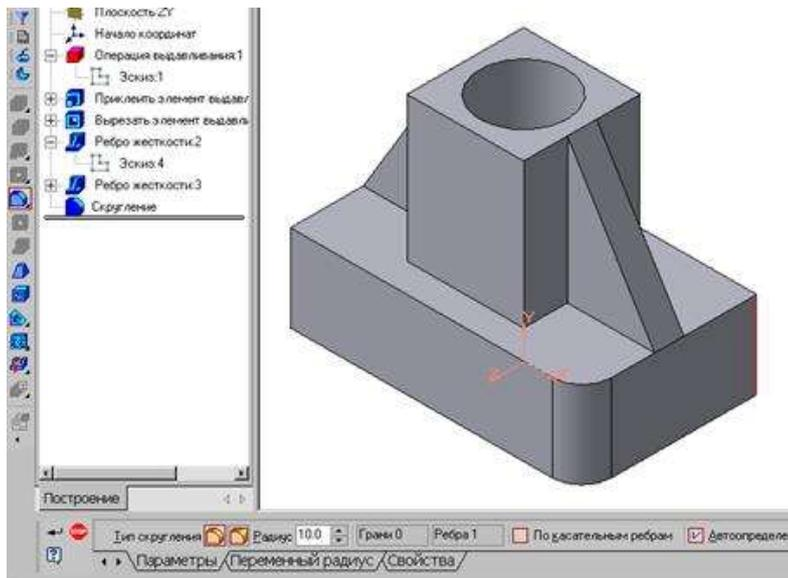

Рисунок 12 Построение скругления ребер
6. Для того чтобы скруглить вертикальные углы основания детали, используем кнопку  Скругление (рис.12), на панели свойств задаем радиус скругления 10 мм и указываем курсором ребро основания. Затем нажимаем кнопку Создать объект.